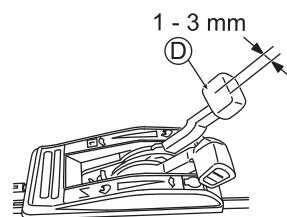

Fig. 26
Ajuste a folga da alavanca de ajuste de velocidade (D) em 1 – 3 mm, como mostrado na fig. 26.
- Acione o motor e verifique se a velocidade de corte da máquina varia quando a alavanca de ajuste de velocidade (D) é movimentada.